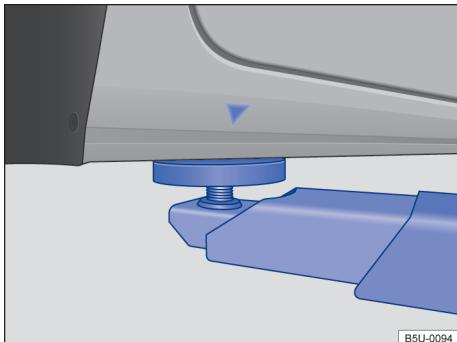
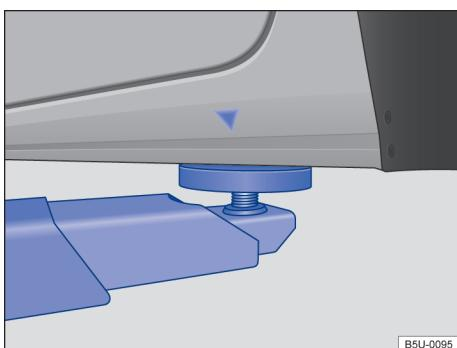

Fig. 146 Pontos de apoio dianteiros para a suspensão com plataforma elevatória ou com macaco.
Fig. 147 Pontos de apoio traseiros para a suspensão com plataforma elevatória ou com macaco.
O veículo deve ser suspenso somente pelos pontos indicados nas figuras → Fig. 146 e → Fig. 147. Se o veículo não for suspenso pelos pontos indicados, podem ocorrer danos no veículo → e ferimentos graves → .
- Suspender o veículo somente pelos pontos indicados nas figuras → Fig. 146 e → Fig. 147. Se o veículo não for suspenso pelos pontos indicados, o veículo poderá cair da plataforma elevatória quando, por exemplo, o motor ou a suspensão for desmontado.